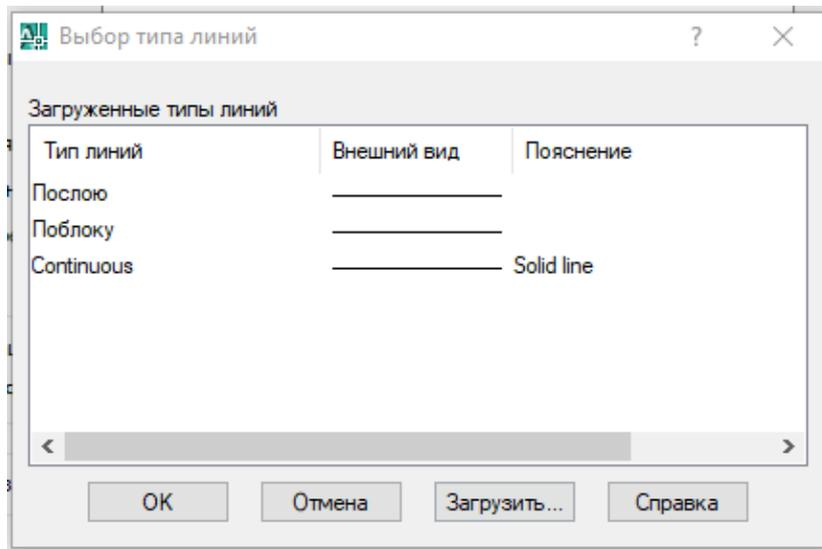

Рис. 3.11 Діалогове вікно **Выбор типа линий**
**Тип лінії.** Певний, раніше створений вид лінії. Наприклад, лінія може бути суцільною або переривчастою. Натискання кнопки **Тип лінії** приведе до виведення на екран діалогового вікна **Выбор типа лінії** із завантаженими у креслення типами лінії. Воно може мати вигляд, показаний рис. 3.11.